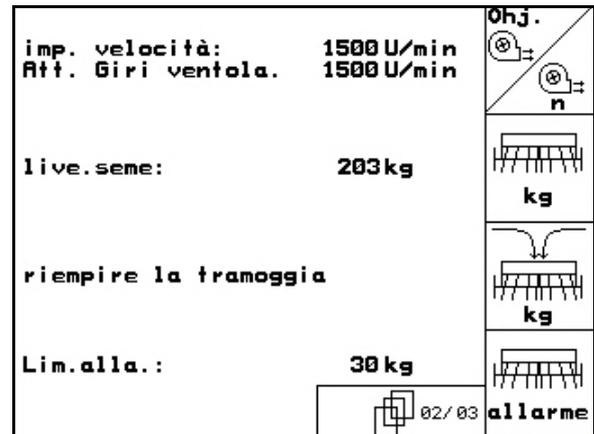

Figura 8
**nel menu Dati macchina (Figura 8):**